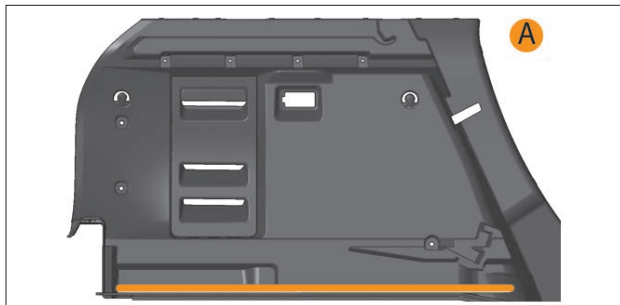

Рис. 9.8.1. Нижнее положение съемного пола (вид сбоку)
- В нижнем положении **А** (рис. 9.8.1), непосредственно на коврик пола, закрывающем нишу запасного колеса.